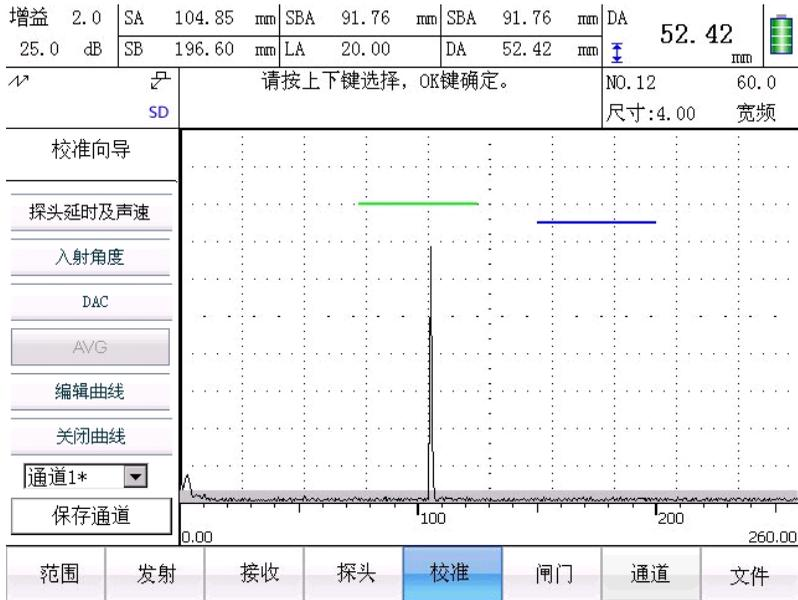
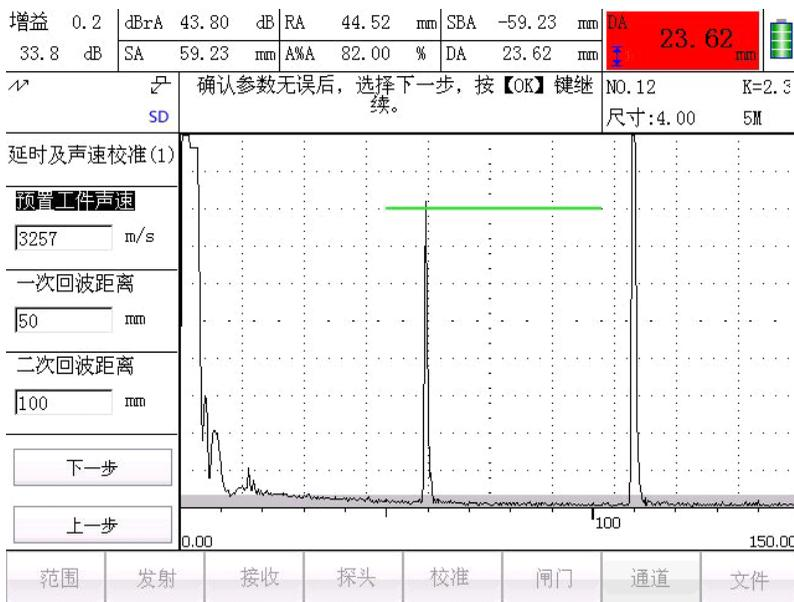

图 4.1 探头延时及声速校准界面
图 4.2 探头延时及声速校准 (1)
- 5) 如图 4.1 所示，选择校准菜单。点击探头延时及声速按钮进入探头延时及声速校准（1）界面如图 4.2 所示，首先输入预置校准参数（此数值依据所测定的试块进行修改）：
- 3) 选择探头菜单，依据探头参数，设定以下数值：探头频率、标称角度/K 值，探头前沿、晶片尺寸。如图 4.1 所示。